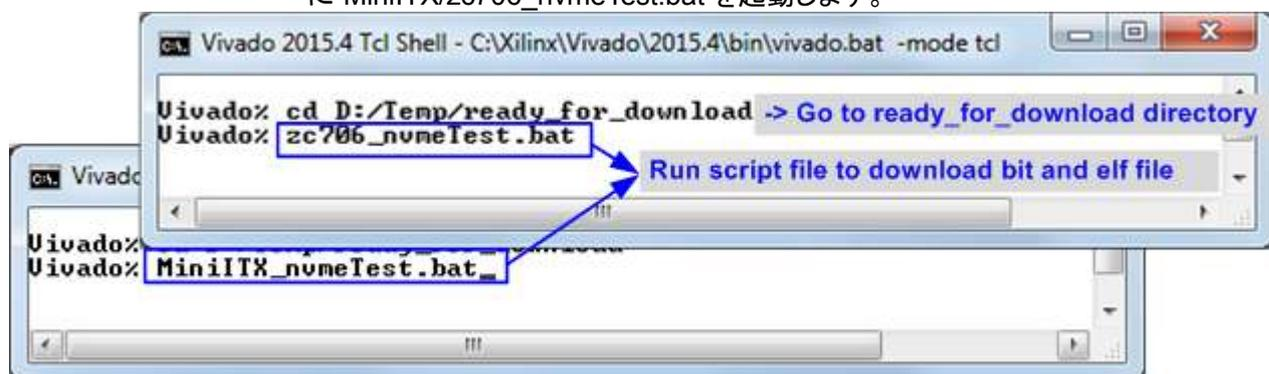

図 2-12: Zynq Mini-ITX/ ZC706 にて Vivado Tcl シェルでコマンド・スクリプトを実行
- (a) Zynq 搭載ボード(Zynq Mini-ITX/ZC706)の場合、図 2-12 に示すように Vivado TCL シェルを開き、カレント・ディレクトリを ready_for_download ホルダに移動した後に”MiniITX/zc706_nvmeTest.bat”を起動します。